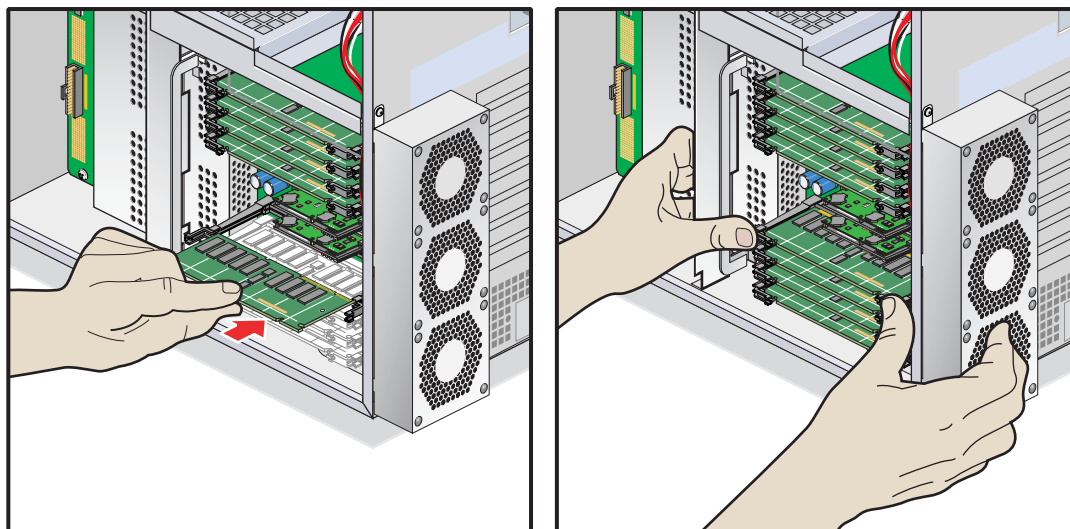

図 3-9 DIMM の取付け
1. 図 3-9 に示すように、ソケット両端の取出しラッチを回して外側に開きます。